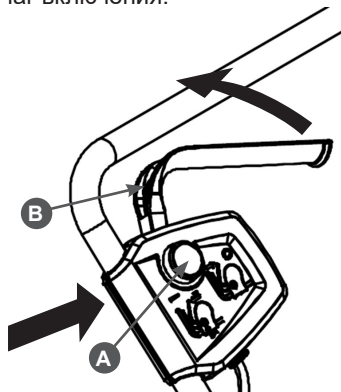

Рис. 9 Включение и выключение газонокосилки
1. Нажмите и удерживайте кнопку А блокировки (Рис. 9).
2. Нажмите рычаг включения В (Рис. 9).